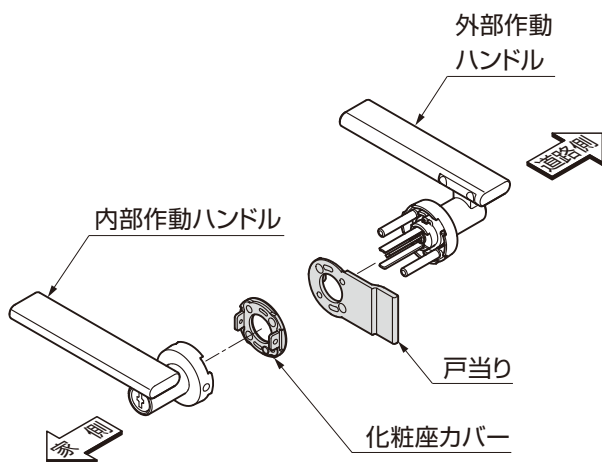

図2-8 右勝手外開き
- ①内部作動ハンドルの取付けネジをゆるめて取外します。
- ②各扉の勝手を図2-8、2-9、2-10にしたがって戸当りを組替えてください。